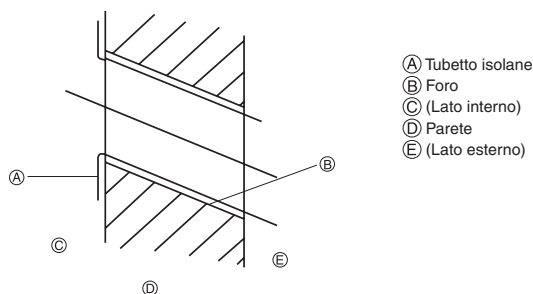

Fig. 3-2
3.1.2. Fori della tubazione (Fig. 3-2)